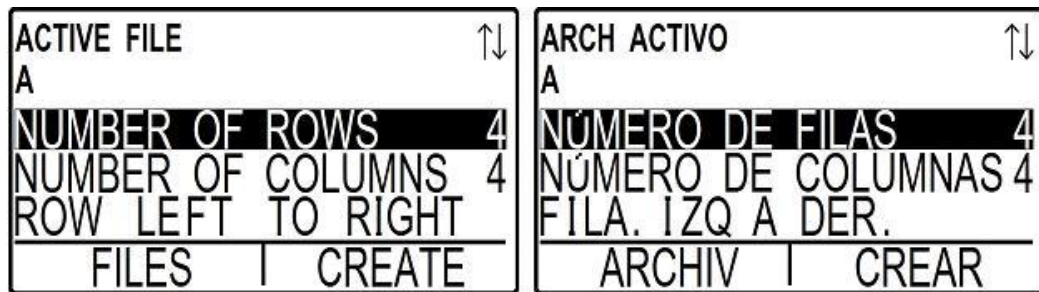

Figura 48: Pantalla con los parámetros del archivo creado en la Memoria Interna del instrumento y que se encuentra activo para guardar valores de espesor
- a) Presione la tecla , que se encuentra debajo de la opción **“DONE” (LISTO)**, después que ha definido el número de **“ROW” (REGLONES)** y **“COLS” (COLUMNAS)** del archivo; con esto el instrumento entra a la siguiente pantalla de la Memoria Interna, como se muestra en la Figura 48. En esta pantalla el instrumento muestra los parámetros del archivo que ha creado en la Memoria Interna.
- Presione la tecla , que se encuentra debajo de la opción “DONE” (LISTO), cuando haya completado la nota que será agregada al archivo que ha creado; entonces la pantalla regresa y aparecerá como se muestra en la Figura 48.